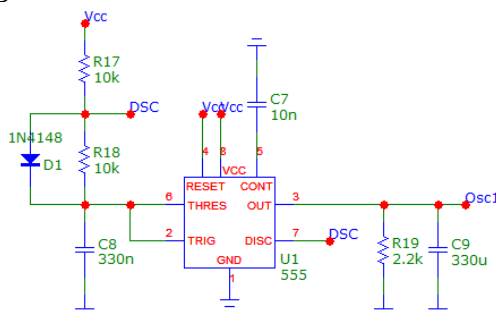
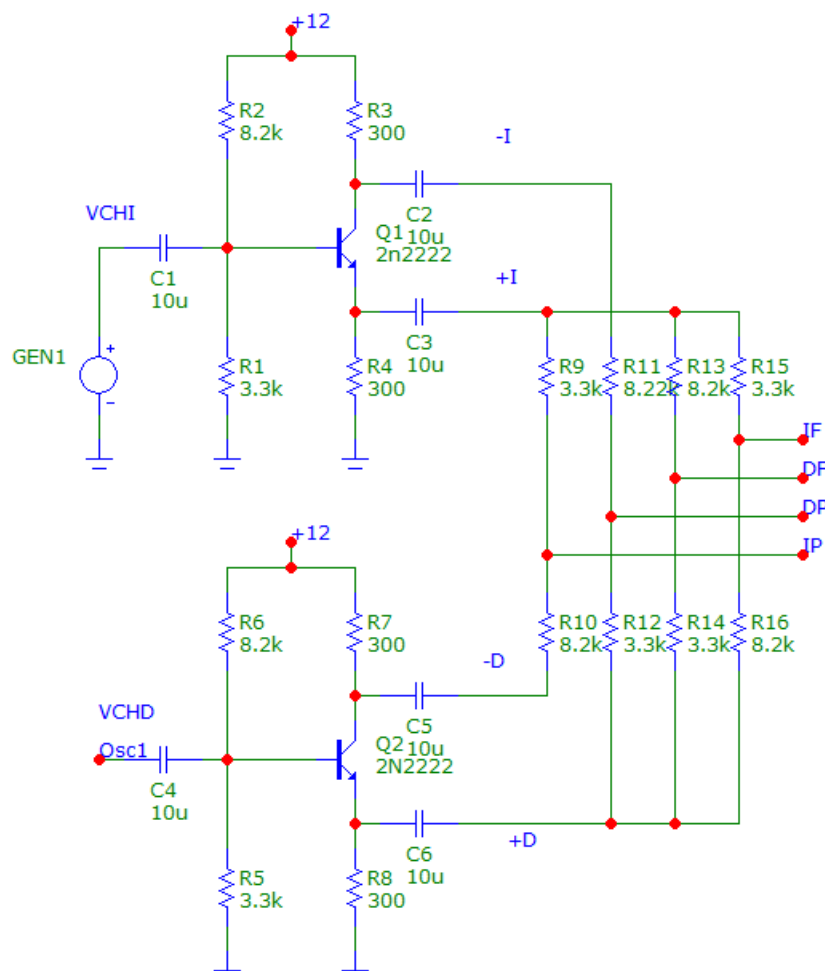

Figura 6.3. Circuito oscilador
Figura 6.4 Sistema Matrix
2. Realice la simulación de los circuitos de las figura 6.3 y 6.4.
3. Realice el análisis del circuito de la figura 6.4 y determine la ganancia en los puntos +I, -I, +D y -D.
3. Arme el circuito de la figura 6.4 y conecte el circuito de la figura 6.3.